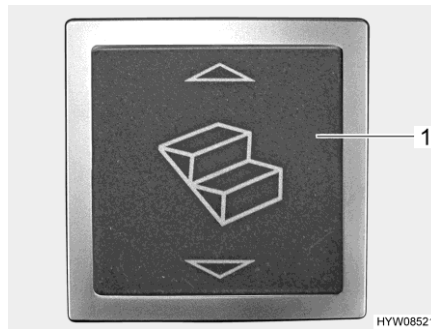

Fig. 7 Commutateur à bascule pour le marchepied (zone d'entrée)
- Appuyer sur le commutateur à bascule (Fig. 7,1) se trouvant dans la zone d'entrée.